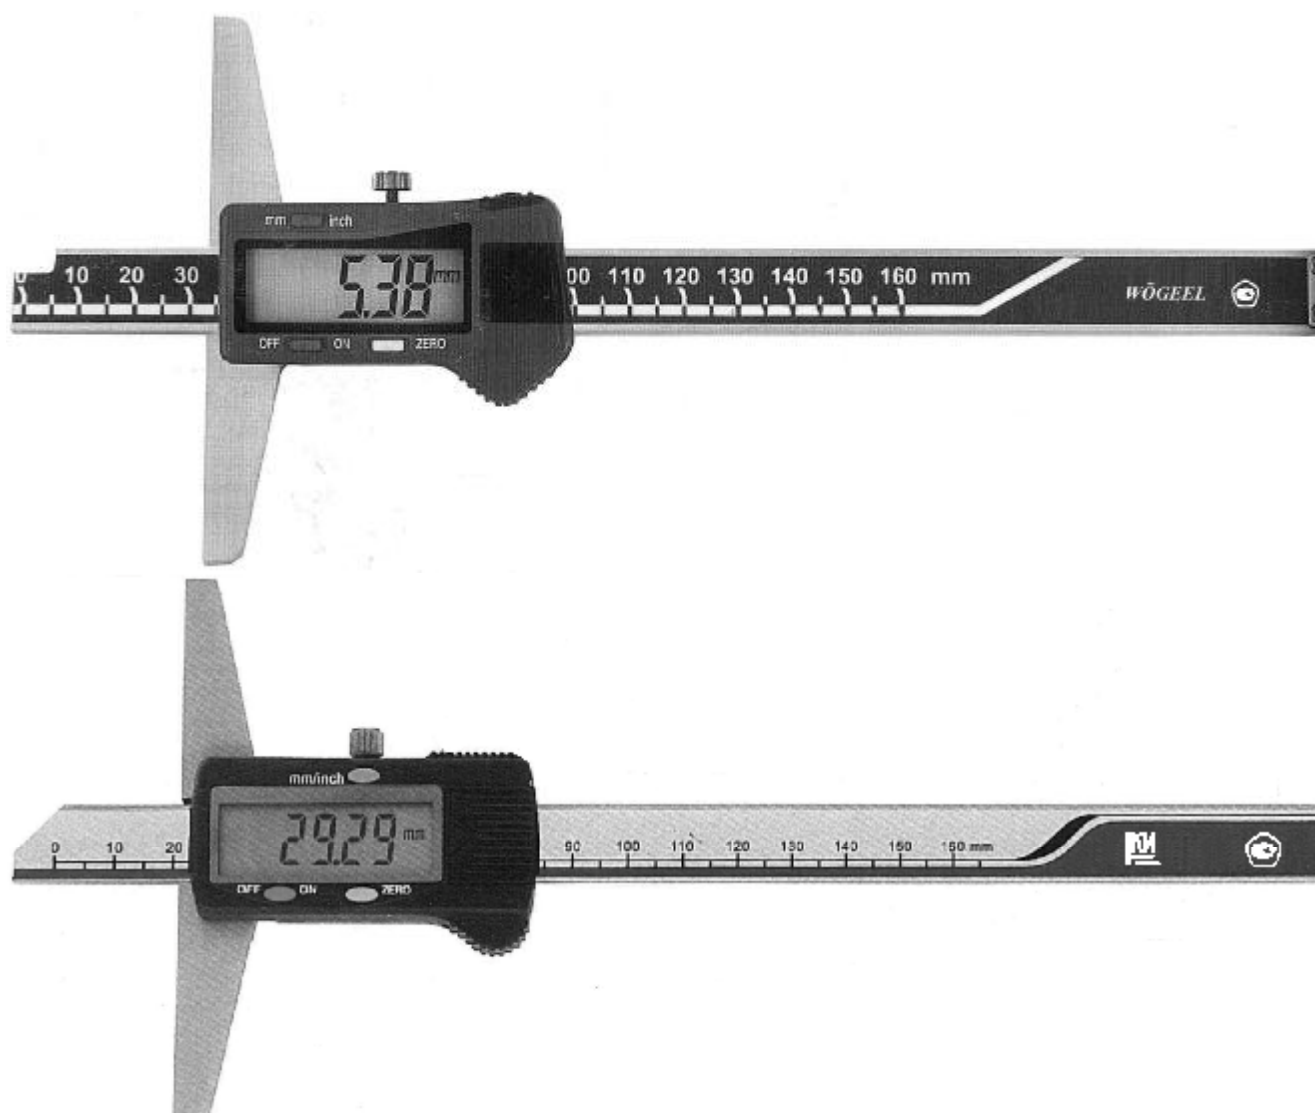

Рисунок 3 – Общий вид штангенглубиномеров ШГЦ
- ШГЦ – с цифровым отсчетным устройством (рисунок 3).